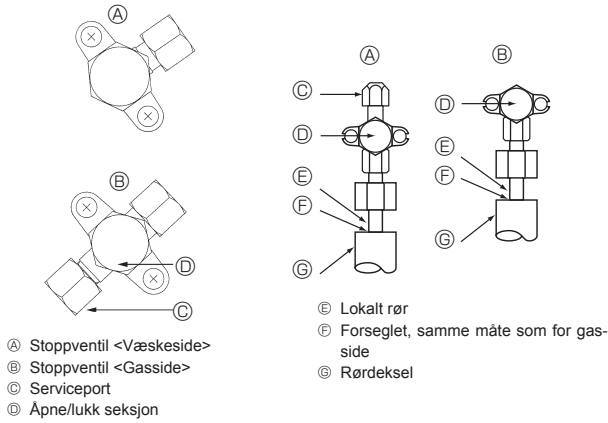

Fig. 4-5
4.4. Kjølemiddelrør lufttetthetstestingsmetode (fig. 4-5)